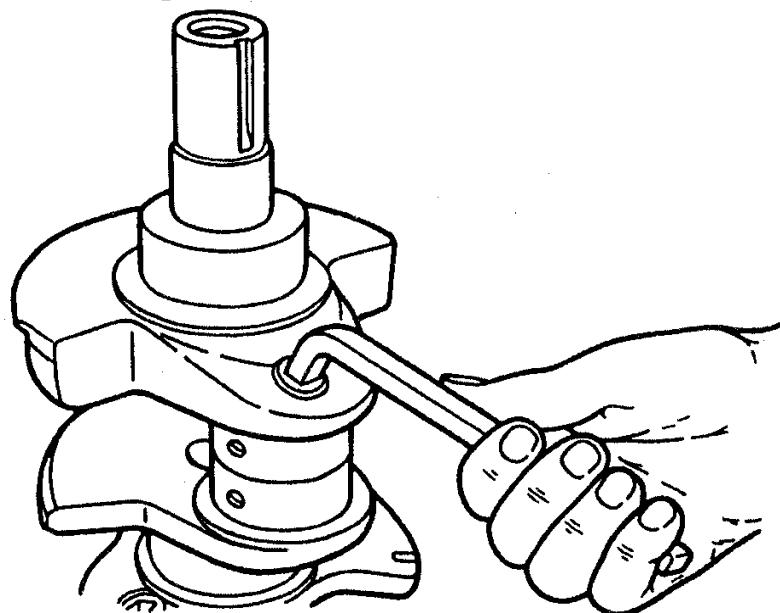

Рис.57. Вывертывание пробок грязеуловителей из коленчатого вала
**Коленчатый вал.** Вывернуть все пробки грязеуловителей шатунных шеек (рис.57) и удалить из них отложения при помощи проволочных щеток. Промыть и продуть сжатым воздухом масляные каналы и полости грязеуловителей, завернуть пробки с крутящим моментом 37...51 Н·м (3,8...5,2 кгс·м), предварительно нанеся на обезжиренную резьбу пробок анаэробный герметик «Стопор-9» или аналогичный («Гермикон-9», «Euroloc 6638»). Особено важно прочистить эти отверстия и полости после ремонта коленчатого вала, так как попавшие в них частицы металла и абразивного материала могут быть занесены потоком масла в подшипники. Если такие частицы не удалить, то они, попав в подшипник, могут вызвать надиры как на поверхности вкладыша, так и на шейке коленчатого вала.